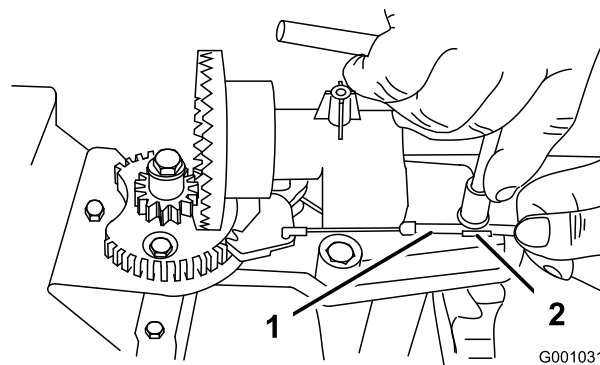
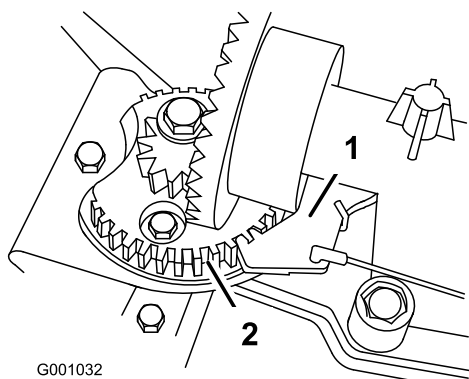

Figure 60
Figure 61
2. Desserrez le boulon du serre-câble (Figure 60).
3. Saisissez la gaine du câble et déplacez-la vers l'avant de la machine jusqu'à ce que le cliquet de verrouillage de l'éjecteur s'engage complètement dans les dents du secteur (Figure 60 et Figure 61).
Remarque: Le cliquet est rappelé par ressort et s'engage naturellement dans les dents du secteur (Figure 61).